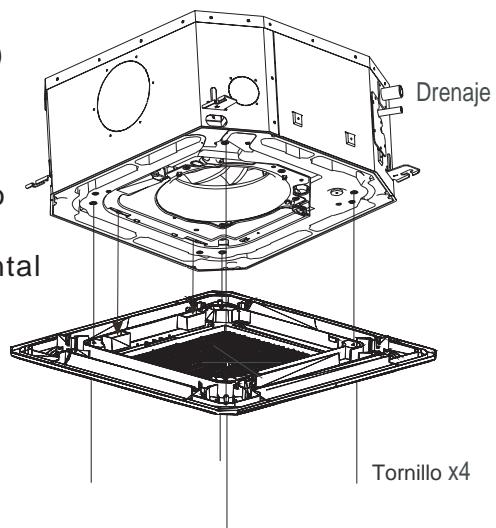

Fig.25
- Alinee apropiadamente el motor de giro en el panel a las uniones de tubería del cuerpo. (Fig.25)
- Cuelgue las cuatro cuerdas fijas del cuerpo principal a la cubierta de instalación y las otras tres cubiertas del motor de giro. (Fig.25)